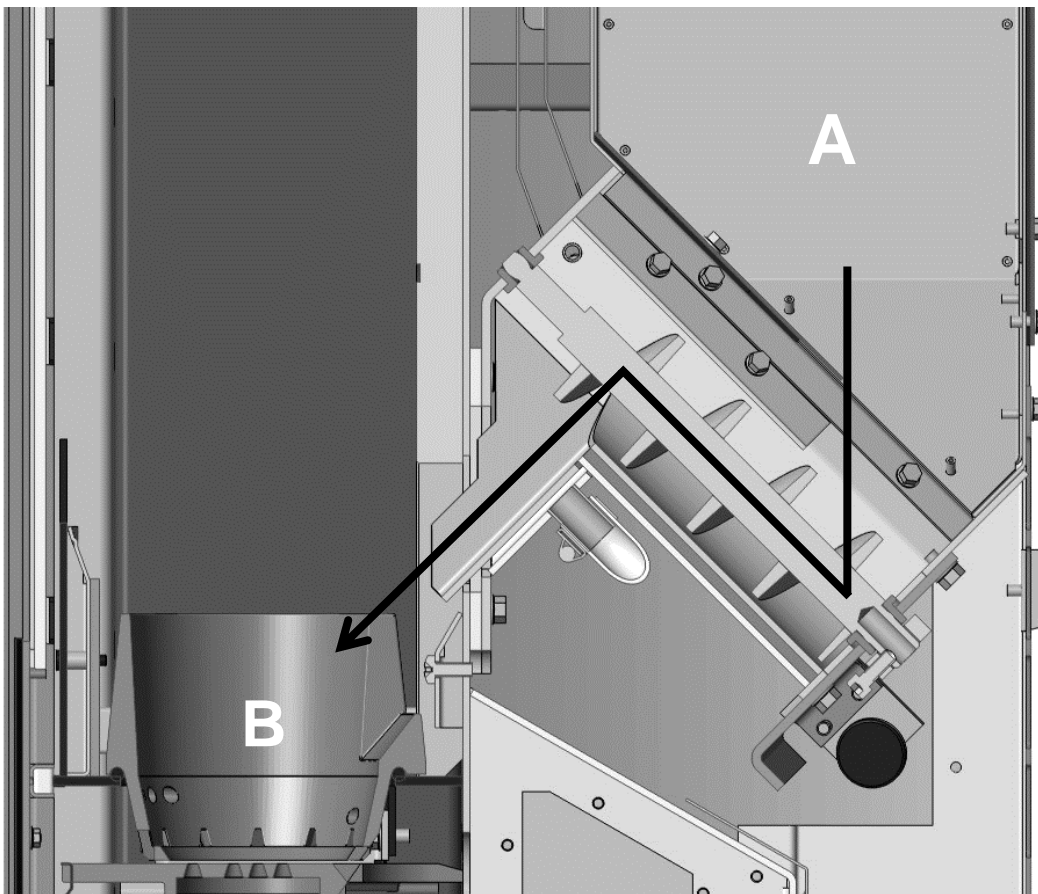

Abb. 61: Pellettransport im PO 03
Wurden zum ersten Mal Pellets eingefüllt bzw. ist die Förderschnecke ganz leer gelaufen, so müssen die Pellets (Abb. 61) erst durch die Förderschnecke transportiert werden, bis sie in den Brennerkopf (B) fallen können. In diesem Fall kann der Startvorgang / Zündung fehlschlagen, weil die Pellets zu spät in den Brennerkopf fallen. Um dies zu vermeiden wie unten beschrieben vorgehen. Dieser Vorgang dauert ca. 3-4 Minuten und muss auch jedes Mal wiederholt werden, wenn der Pelletbehälter (A) ganz leer gelaufen ist.